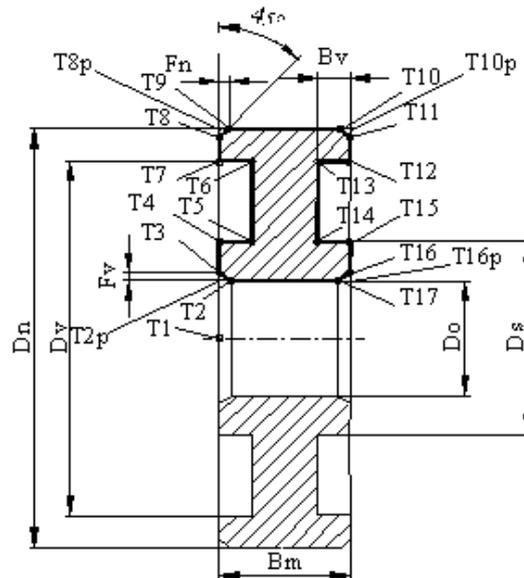

Рисунок 10.1
14.1 Параметризованный эскиз модели с указанием характерных точек и параметров модели (рисунок 10.1).